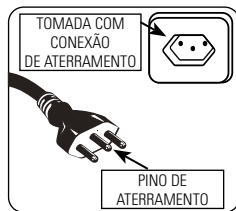

FIGURA 8.20
A Figura 8.20 mostra a conexão (plugue). Para o modelo 2950W, a rede de alimentação deve possuir o condutor terra. Para sua segurança contra choques elétricos, somente utilize sua hidrolavadora em instalações com disjuntor diferencial residual (DR) de 30 mA. Se necessário contrate um eletricista de sua confiança e solicite a instalação deste componente de segurança.